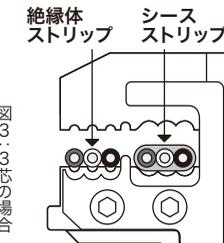

図3: 3芯の場合
- 3芯の場合、図3のようにセットしてください。(1.6mm、2.0mmとも同じ位置)